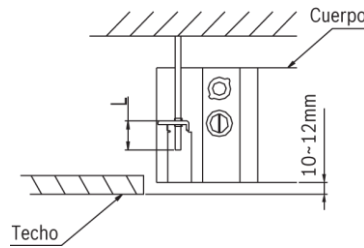

Fig. 1-4
- Ajustar la posición para asegurarse que las ranuras entre el cuerpo y los cuatro lados del techo estén alineados. La parte inferior del cuerpo puede ingresar en el techo por 10~12 mm. (véase fig. 1-4)
- Por lo general dejar la mitad de la rosca del gancho de instalación. (Véase fig. 1-4)